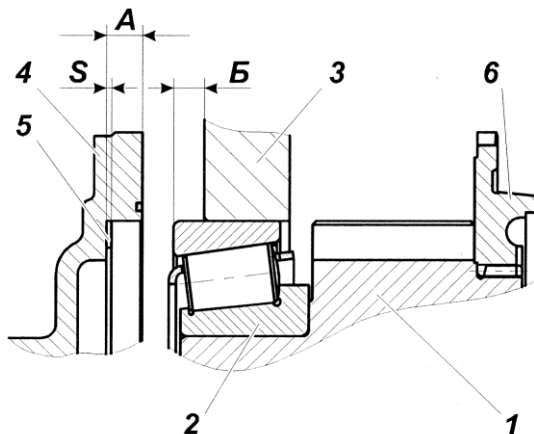

Рис. 116:
Установить в расточку картера коробки передач первичный вал в сборе с прокладками подобранными по п. 1. рис. 116.
5.6. Замерить размер Б рис. 116, (между торцами картера коробки передач и наружного кольца подшипника) при этом, гнездо заднего подшипника вторичного вала должно быть плотно (под усилием собственного веса вторичного вала) прижато через установочные прокладки к торцу зубчатой муфты демультпликатора; первичный вал должен быть плотно (под усилием собственного веса) прижат через установочные прокладки к торцу наружного кольца переднего подшипника вторичного вала, а наружное кольцо заднего подшипника первичного вала - к роликам.